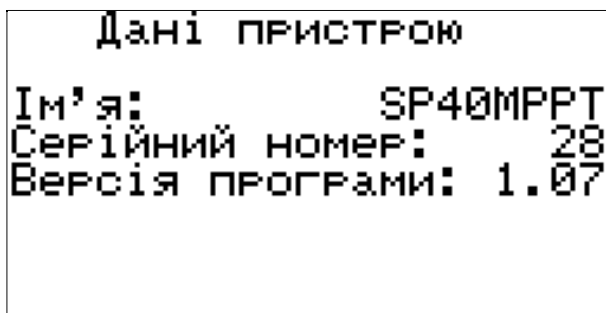

Рис. 17
7.2.2.9 Екран «Дані пристрою» представлений на Рис. 17.